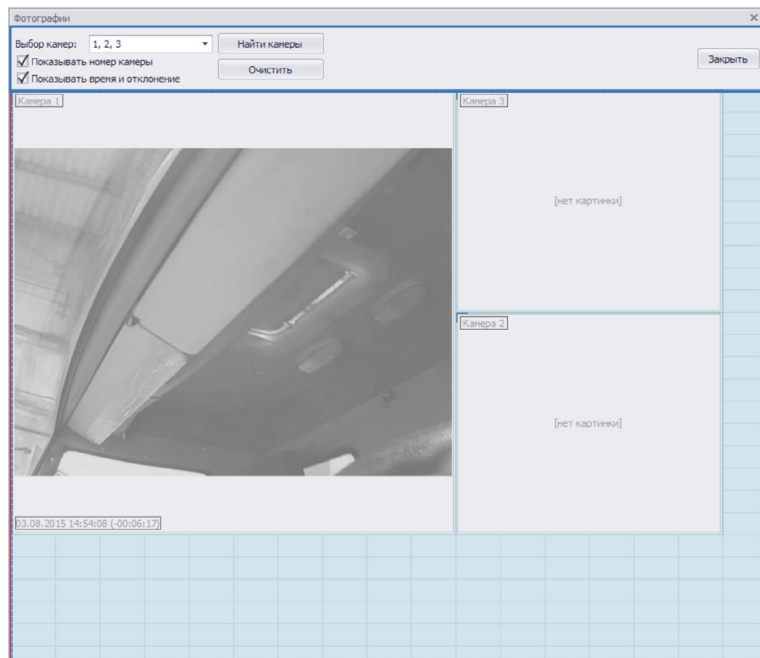

Рис.277. Настройка Модуля просмотра фотографий.
- нажать правую кнопку мыши в окне модуля и в появившемся меню выбрать команду «Режим программирования». В верхней части модуля появится меню настройки (**Рис.277**);